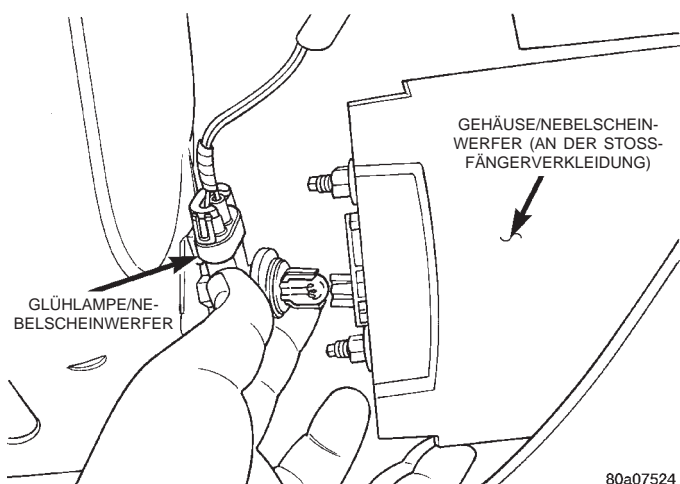

Abb. 3 Glühlampe des Nebelscheinwerfers
- (1) Fahrzeug anheben und sicher abstützen. Näheres hierzu siehe Kapitel 0, "Schmierung und Wartung".
- (2) Glühlampe eine Vierteldrehung nach links drehen.
- (3) Glühlampe von der Rückseite des Nebelscheinwerfers abnehmen (Abb. 3).
- (4) Steckverbinder von der Glühlampe abziehen.